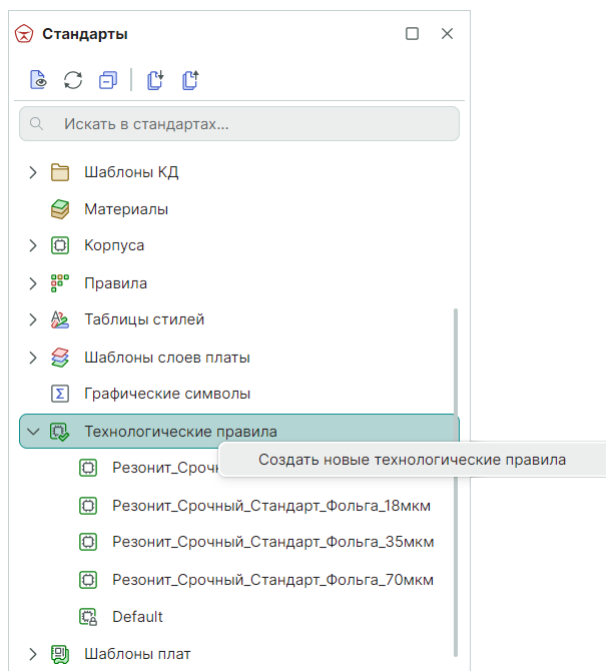

Рис. 512 Создание новых технологических правил
1. В панели «Стандарты» для узла «Технологические правила» вызовите контекстное меню и выберите пункт «Создать новые технологические правила», см. Рис. 512.